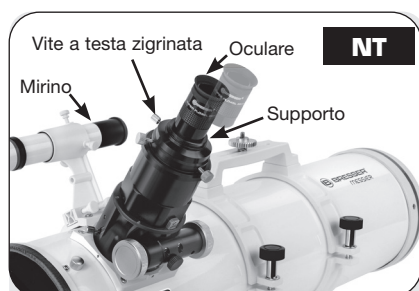

Fig. 10a: Inserire l'oculare nel supporto e serrare le viti a testa zigrinata.
10. Inserire l'oculare: Modelli NT (Fig. 10a): Sollevare e rimuovere il cappuccio antipolvere dal portaoculare sul gruppo foceggiatore. Mettere da parte il cappuccio antipolvere in un luogo sicuro e rimetterlo al termine delle osservazioni per proteggere il gruppo oculare. Allentare le viti a testa zigrinata dell'oculare (1, Fig. 1a) e inserire l'oculare da 25 mm in dotazione (3, Fig. 1a) nel portaoculare. Serrare finché non si